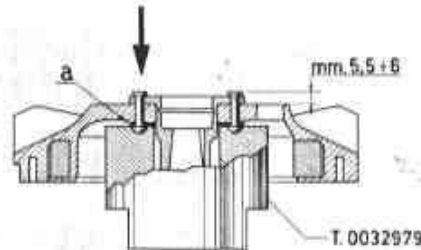

Fig. 35 - Ribaditura chiodi fiss. camma volano
5. - Maggiorare a $\varnothing 4,5$ mm. i fori della rondella, di cui al n. 3, indicata in «a» in fig. 35. Montare la rondella, la camma e i ribattini maggiorati, formandone la testa.